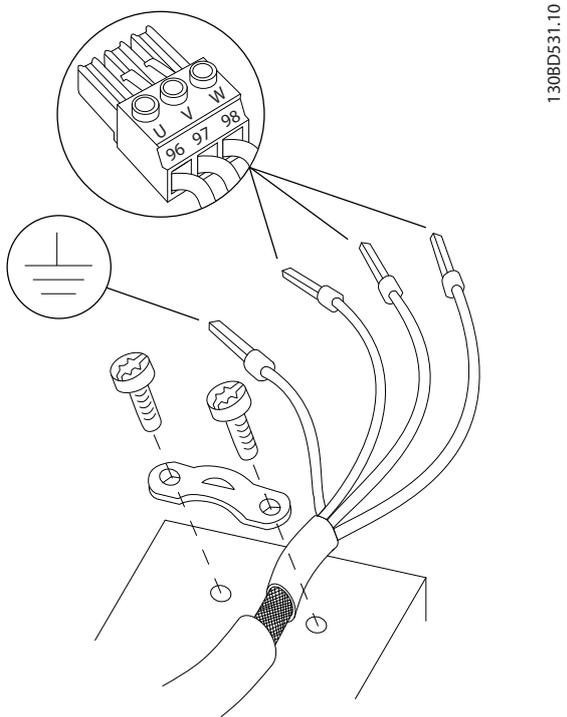

Abbildung 4.3 Motoranschluss
3. Schließen Sie das Erdungskabel gemäß den Erdungsanweisungen in *Kapitel 4.3 Erdung* an die nächstgelegene Erdungsklemme an, siehe *Abbildung 4.3*.
4. Schließen Sie die 3 Phasen des Motorkabels an die Klemmen 96 (U), 97 (V) und 98 (W) an (siehe *Abbildung 4.3*).